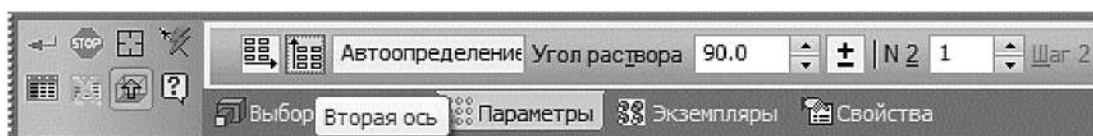

Рисунок 3.80. Включение команды «Вторая ось массива»
7.3 На Панели свойств включите кнопку **Вторая ось**  (рисунок 3.80).